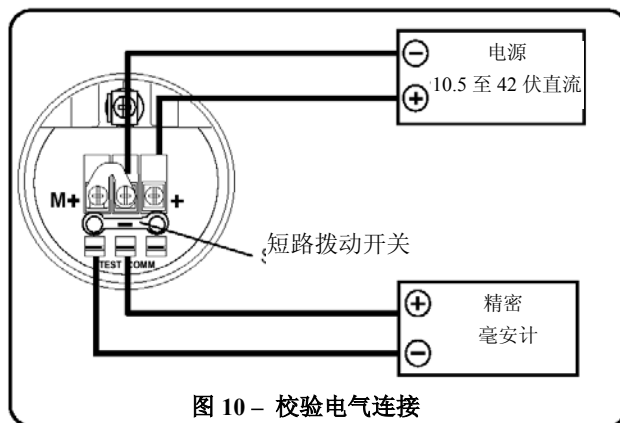

图 10 – 校验电气连接
- 如图 10 所示进行电气连接。按图连接精密毫安计，并除去短路拨动开关。